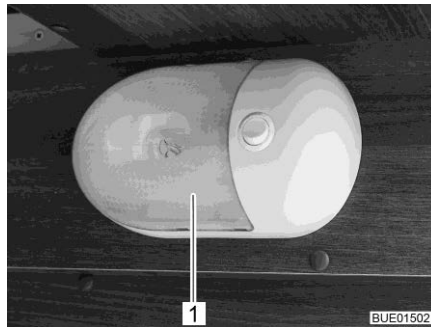

Bild 195 Påbyggnadslampa
- Tryck försiktigt samman den transparenta kåpan (Bild 195,1) på båda sidor, dra lätt bort den från brytaren och ta bort den framifrån.